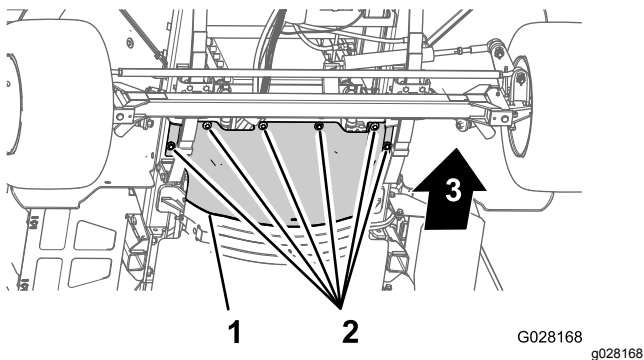

Figura 3
3. Rimuovete i 6 bulloni a testa esagonale e le 6 rondelle che fissano lo schermo termico anteriore avanti allo chassis e rimuovete lo schermo (Figura 3).